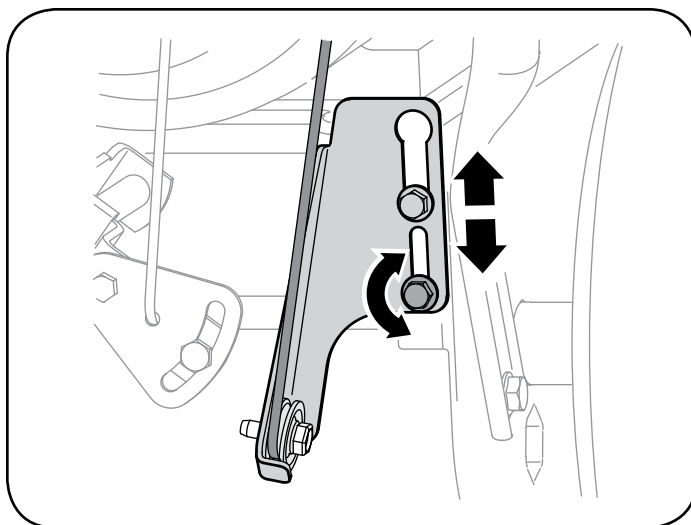

Figura 10
2. Mueva la palanca de cambios hacia adelante a la posición seis (6).
8. Afloje la tuerca hexagonal inferior del soporte del cable de la transmisión. Vea la figura 10.